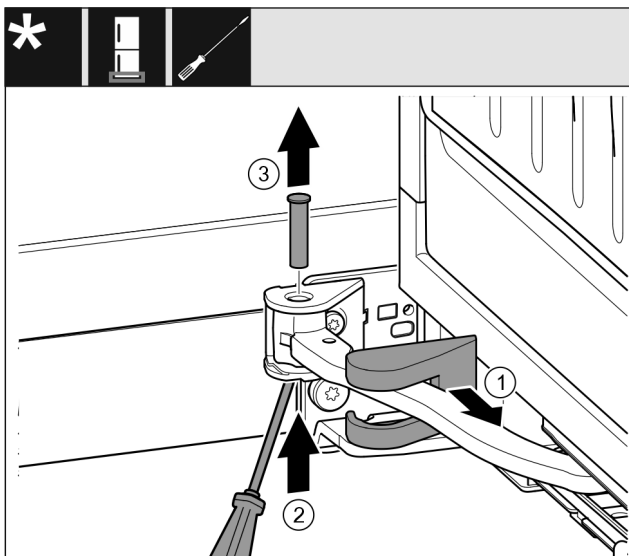

Fig. 16
- Lagerbockabdeckung abziehen und entlang des Gelenks verschieben. Fig. 16 (1)
- Bolzen mit Finger oder Schraubendreher von unten anheben. Fig. 16 (2)
- Mit Schraubendreher unter den Bolzenkopf fahren und herausziehen. Fig. 16 (3)